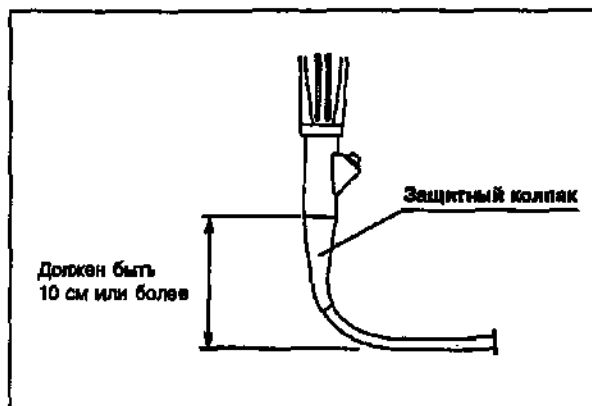

Рис. 4.2
- Не допускайте, чтобы радиус кривизны изгиба вводимой трубки вблизи защитного колпака не превышал 10 см. Это может привести к повреждению вводимой трубки (см. рис. 4.2).
- Не допускайте изгиба вводимой трубки на расстоянии меньше 10 см от защитного конуса. Это может привести к повреждению вводимой трубки (см. рис. 4.2).